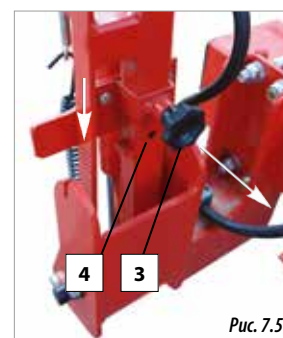

Рис. 7.5
- В. Потянуть за круглую ручку (3, рис. 7.5) и переместить фиксирующий штифт вниз, пока он не займет положения для перевозки (4, рис. 7.5).